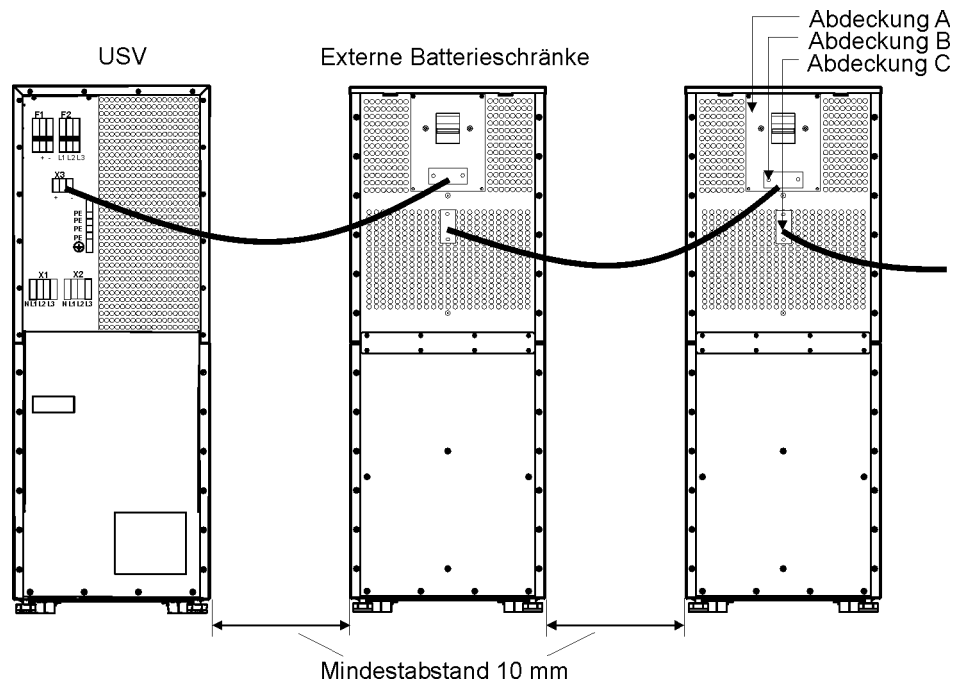

Abb. 18. Verbindung der USV mit externen Batterieschränken
4. Sicherstellen, daß die Sicherung F3 des Batterieschranks in der Stellung AUS steht. Eines der Batteriekabel (+ oder -) unterbrechen, um das Sicherheitsrisiko möglichst gering zu halten. Auf keinen Fall den Sicherheitsdraht von der Sicherung entfernen, bevor alle Kabel fest verbunden sind und die Verkabelung des gesamten Systems abgeschlossen ist. Abdeckung A (vgl. Abb. 18) an der Rückseite des Batterieschranks entfernen, um die Kabel an den Klemmenblock X6 des Batterieschranks anzuschließen. Kabel nach außen führen; hierzu Abdeckung B entfernen. Abdeckung A an ihre ursprüngliche Position bringen und Abdeckung B als Kabelhalterung benutzen.